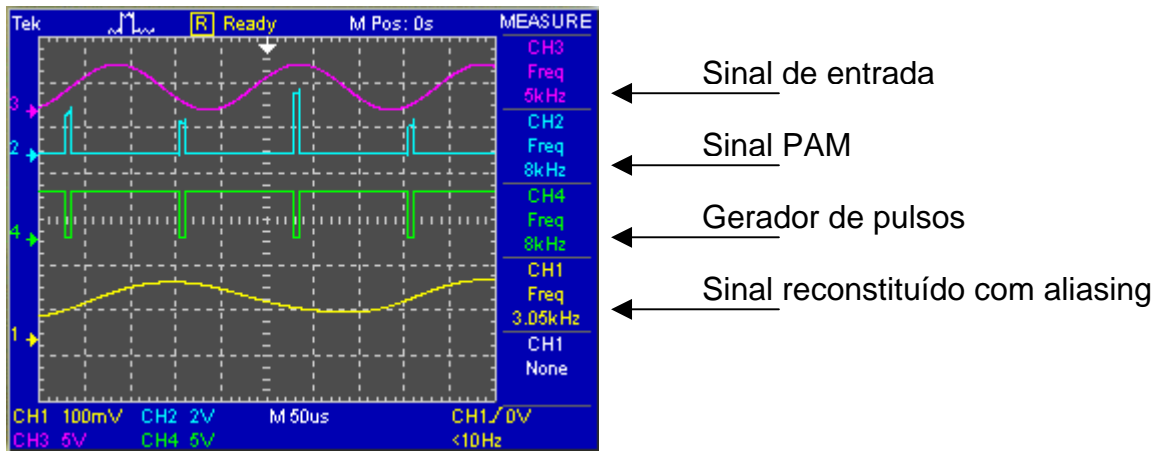

Figura 13 – Aliasing
2) Verifique qual a frequência do sinal reconstituído. Ele deve está em torno de 3 KHz, já que o aliasing é uma réplica do sinal original só que com a frequência errada, dada por **fa-fo: (8 – 5 = 3) KHz**. A Figura 13 mostra o aliasing na simulação feita no Multisim 8